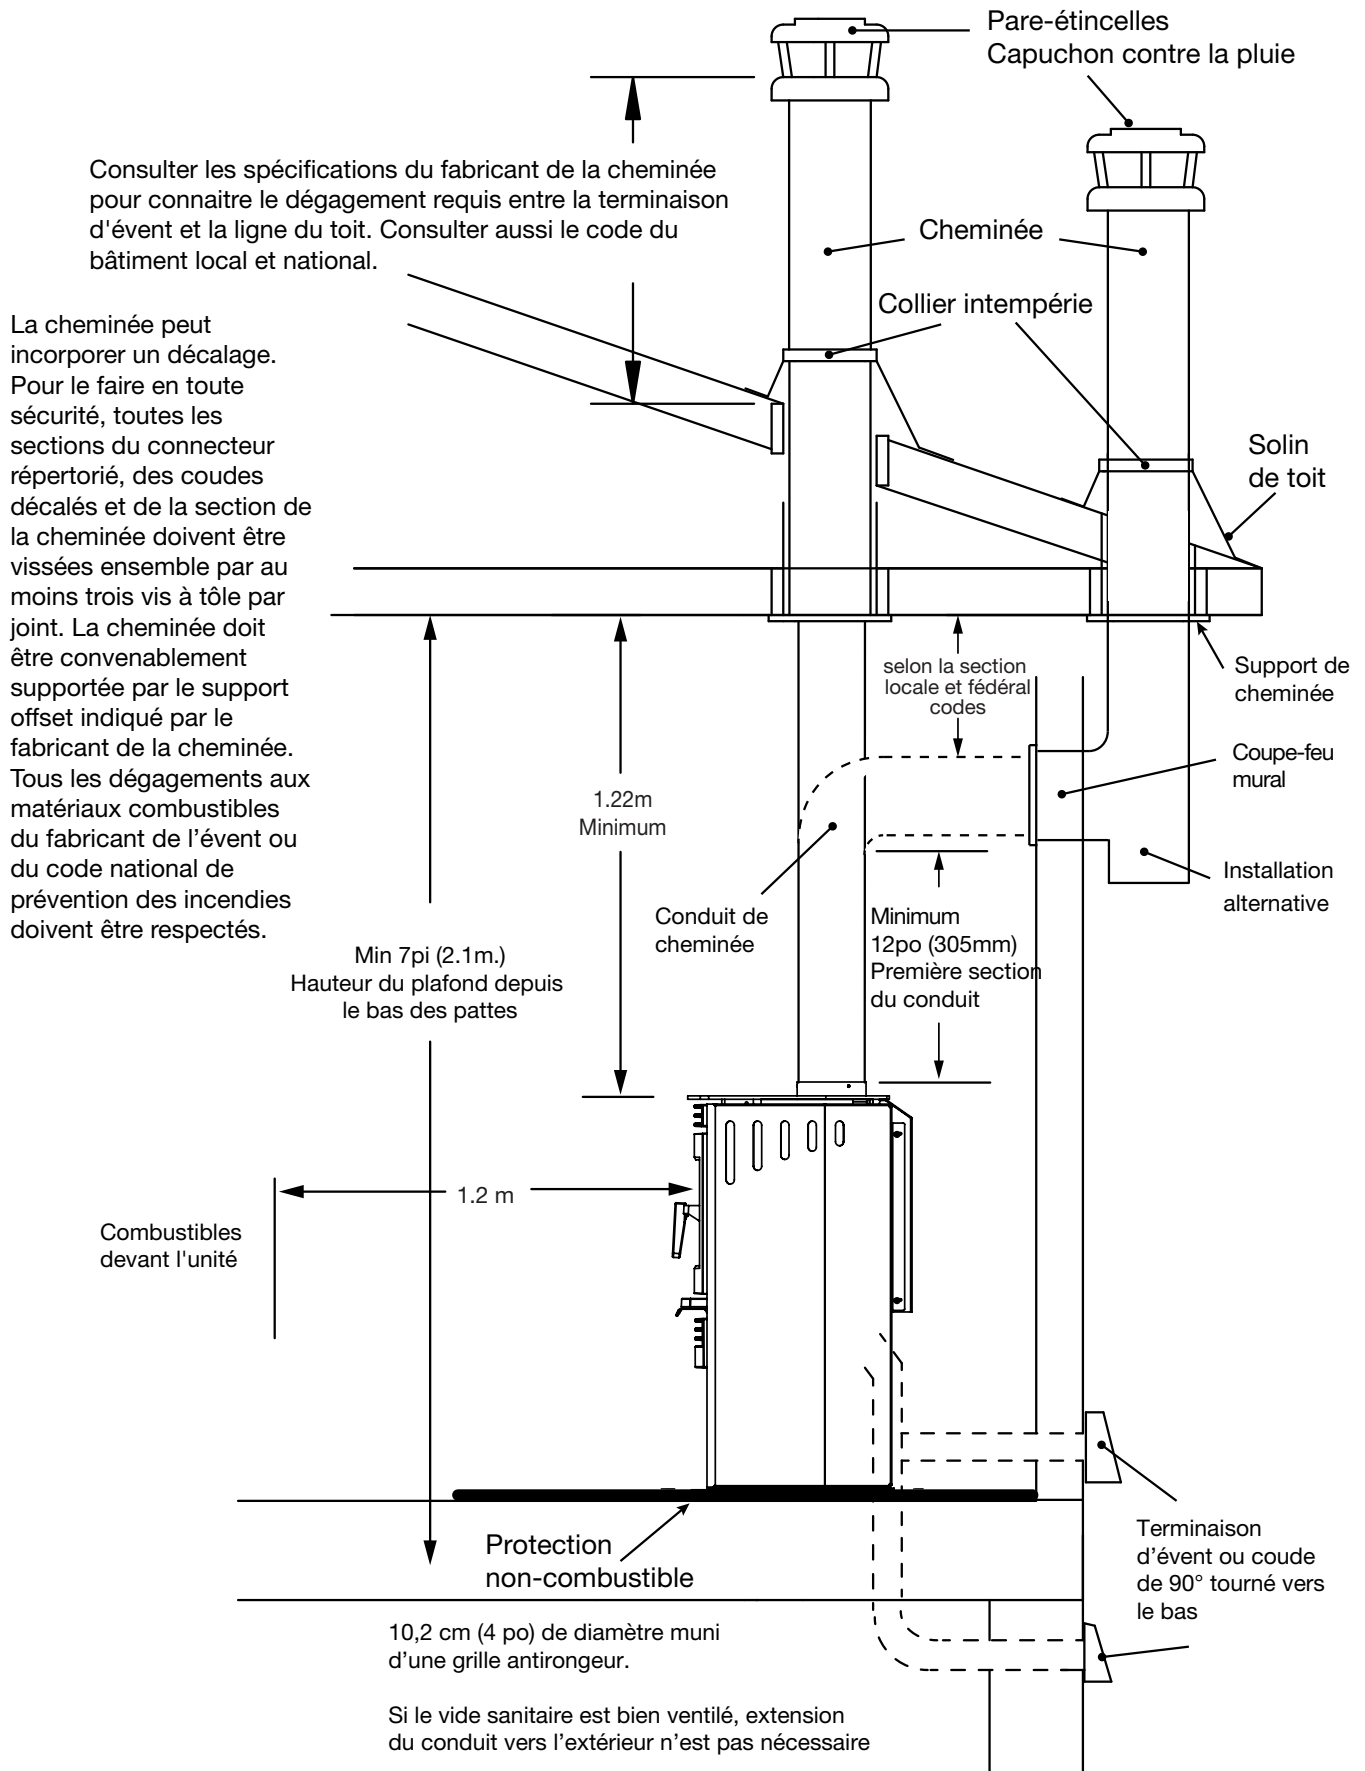
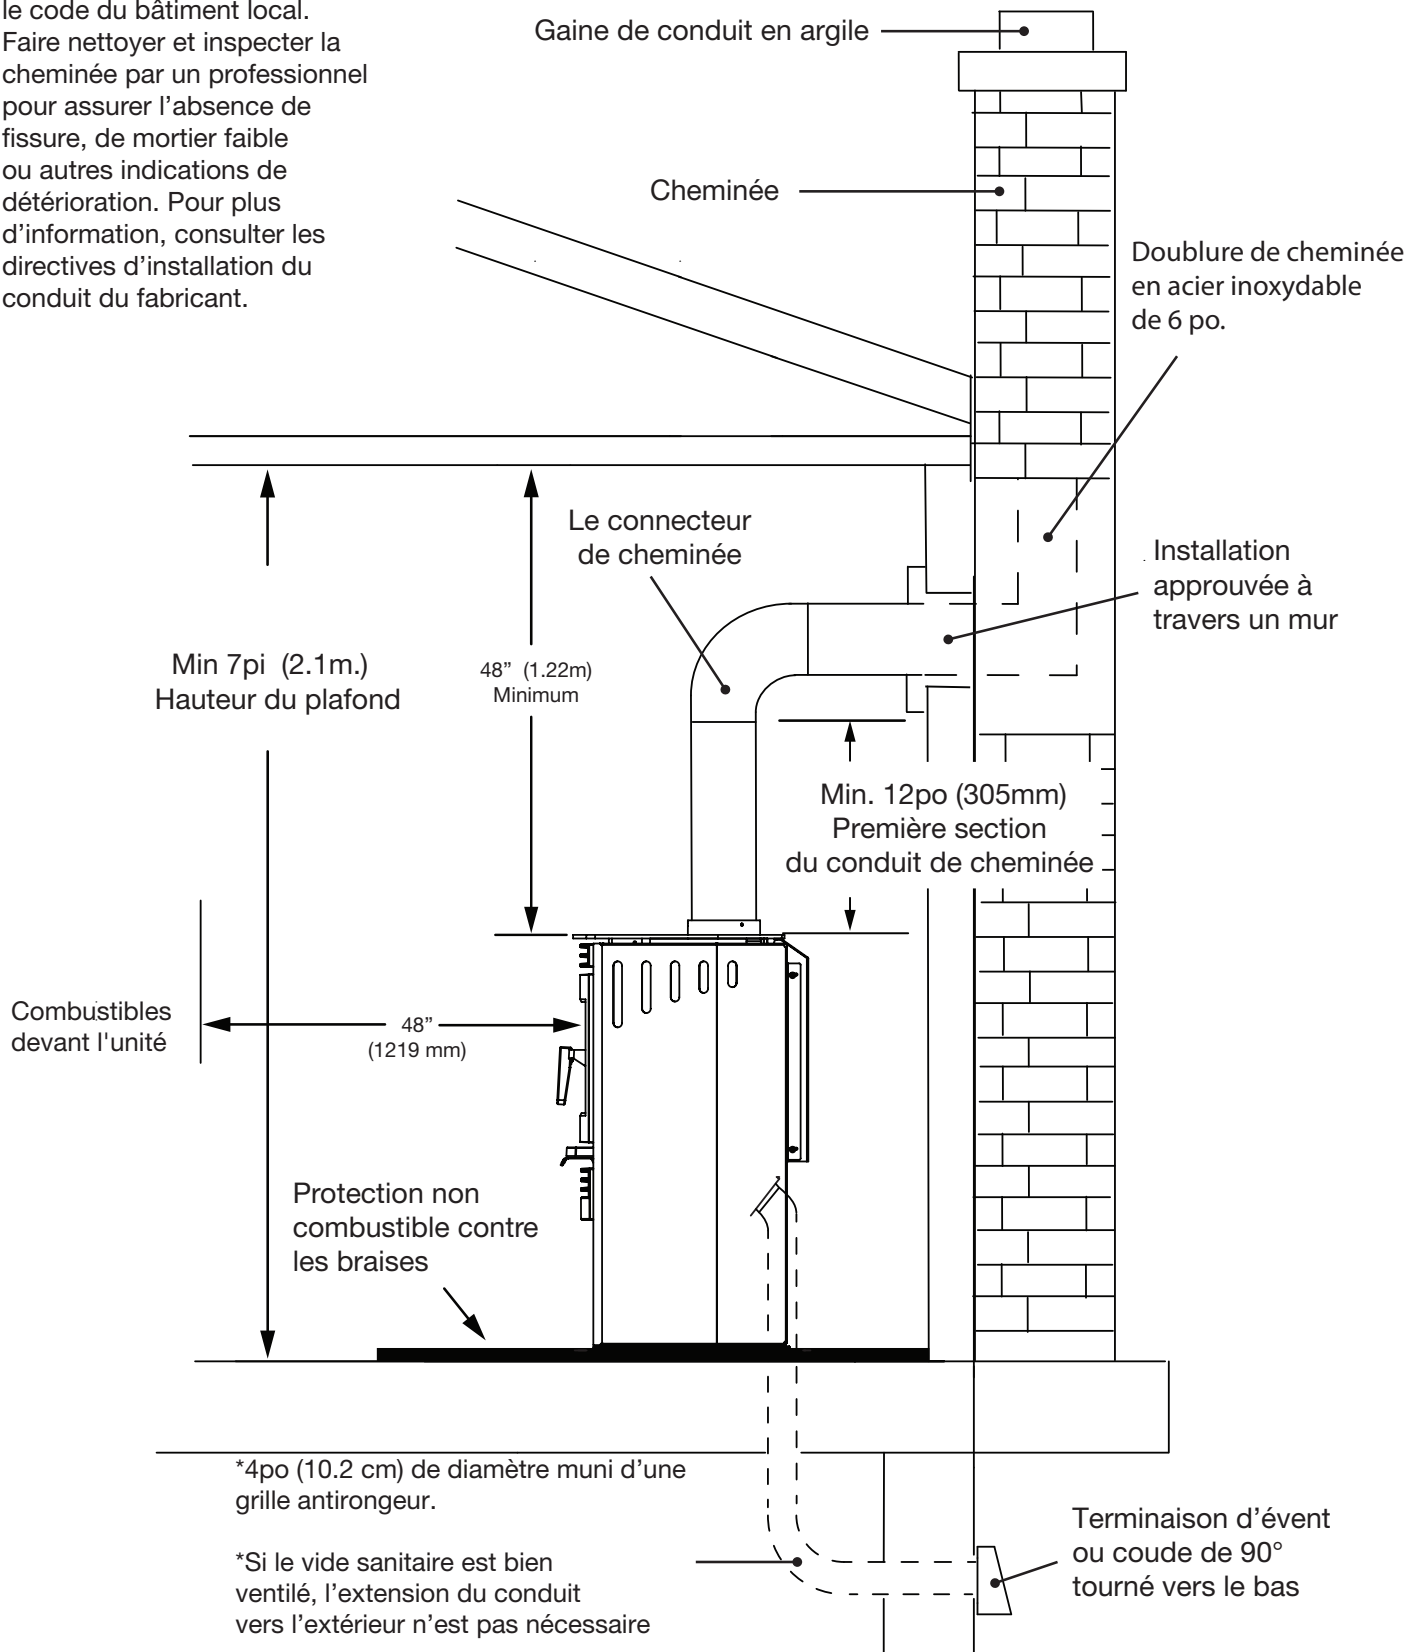

Figure 6: NEO 1.6 LE ventilation résidentielle.
Figure 7: NEO 1.6 LE Ventilation avec une cheminée.
3) Tirage trop fort	- La longueur ou le diamètre de la cheminée est trop grande. Voir les figures (Figure 6 and Figure 7).